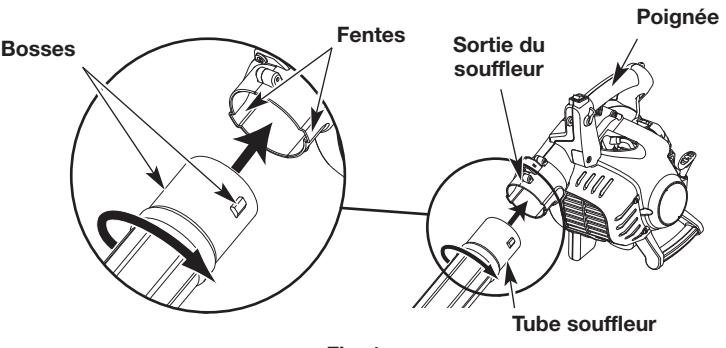

Fig. 1
1. Alignez les bosses de l'extrémité supérieure du tube du souffleur avec les fentes de la sortie du souffleur (Fig. 1).
2. Insérez le tube du souffleur dans la sortie du souffleur (Fig. 1).
3. Tout en maintenant la poignée, tournez le tube du souffleur dans le sens horaire jusqu'à ce qu'il se verrouille en place (Fig. 1).